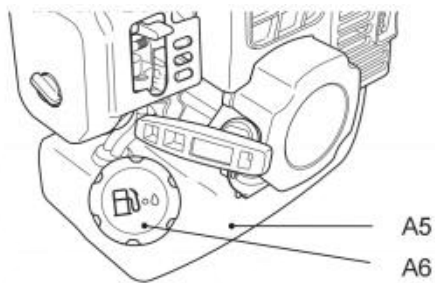

Fig. 25
7. Schrauben Sie den Tankdeckel (A6) ab und entfernen Sie ihn (Abb. 25).